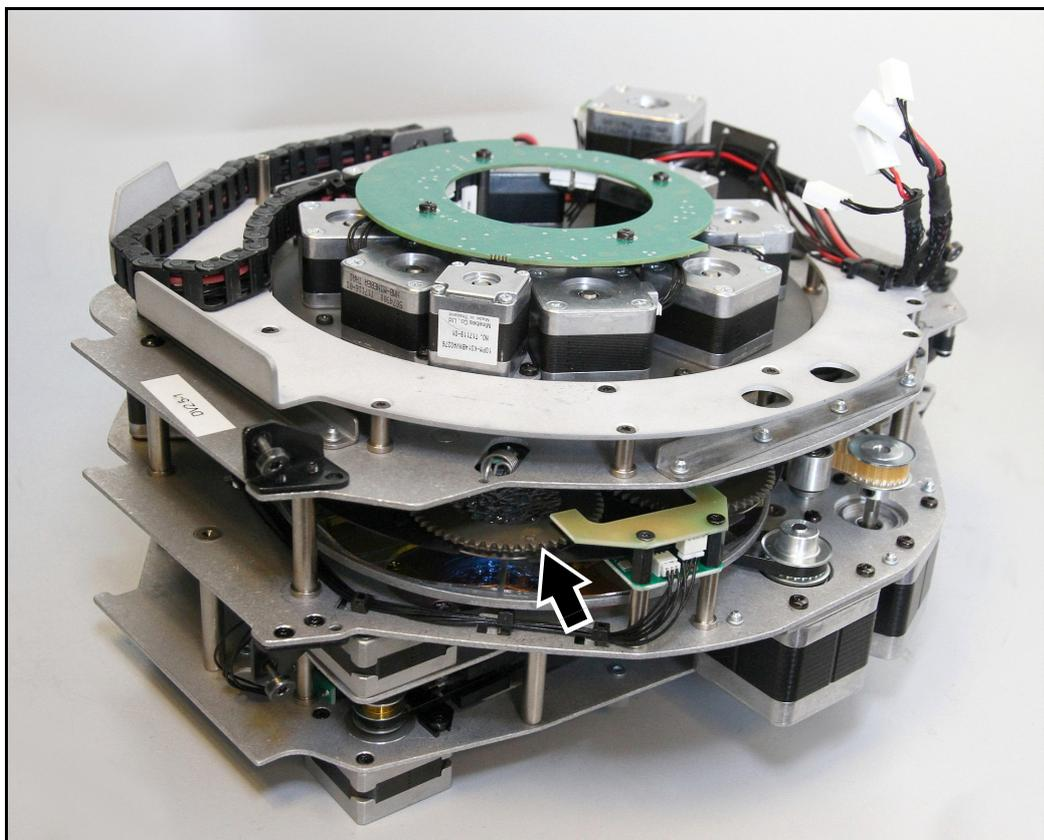

Bild 14: Zugriff auf die drehbaren Gobos
4. Siehe Bild 14. Drehen Sie das Goborad, bis Sie das gewünschte Gobo von der Seite aus erreichen können.